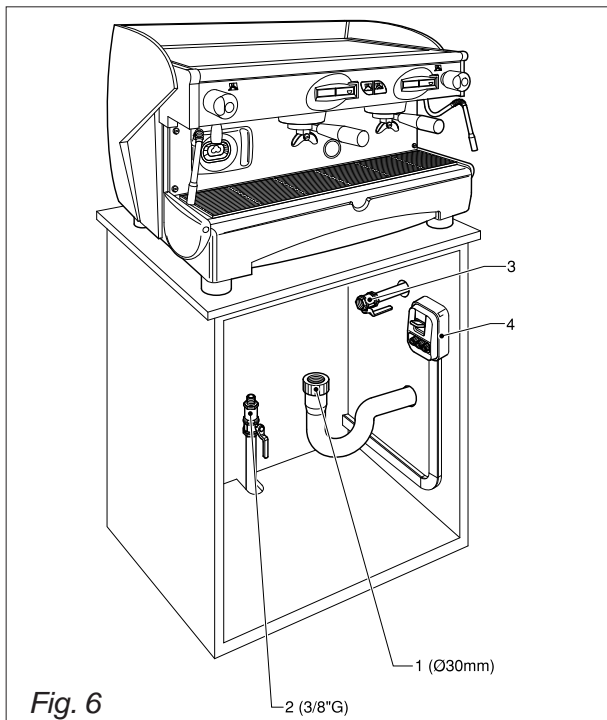

Fig. 6
##### 6.1.1. Alimentazione idrica e gas (Fig.6)
In entrambi i casi predisporre a monte del cavo di alimentazione un interruttore automatico differenziale 4 (Fig.6), completo di sganciatori magnetici secondo i dati riportati sulla targa di identificazione macchina (Fig.1). I contatti devono avere una apertura uguali o superiore a 3 mm.
- Aprire il rubinetto della rete idrica 2 (Fig.6).
- Aprire il rubinetto di rete idrica 2 (Fig.6).
- Aprire il rubinetto del gas 3 (Fig.6).